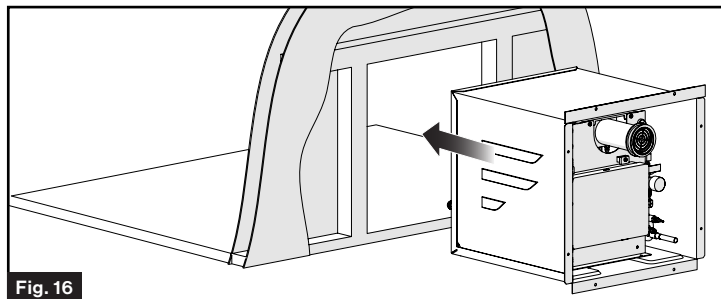

Fig. 16
1. Coloque el calentador de agua cuidadosamente en la abertura del marco, deje un espacio uniforme entre la brida y la pared exterior de la casa rodante. (Fig. 16)